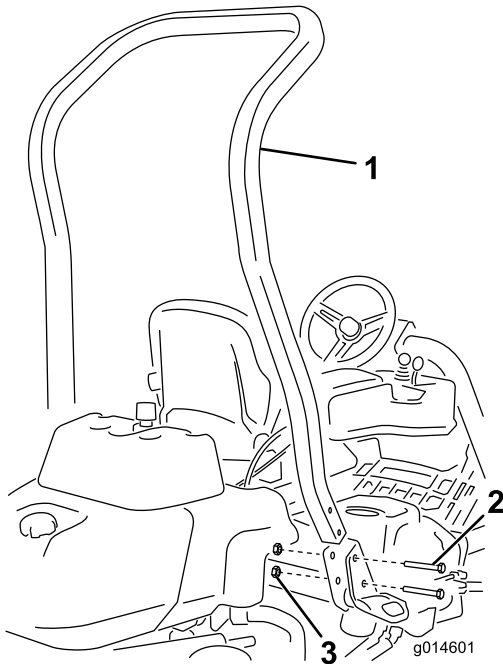

图3
3. 使用 4 个螺栓（1/2 x 3-3/4 英寸）和 4 个凸缘螺母（1/2 英寸），将翻车保护杆安装到机器两侧的卡槽中（图3）